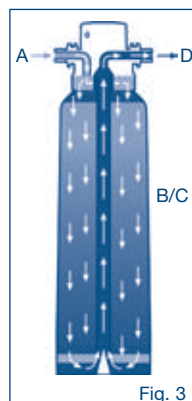

Fig. 3
L'acqua del rubinetto (A) scorre verso la cartuccia filtrante (Fig. 3). Nella sezione (B/C) le particelle di ferro (II) possono essere rimossi.
① NOTA